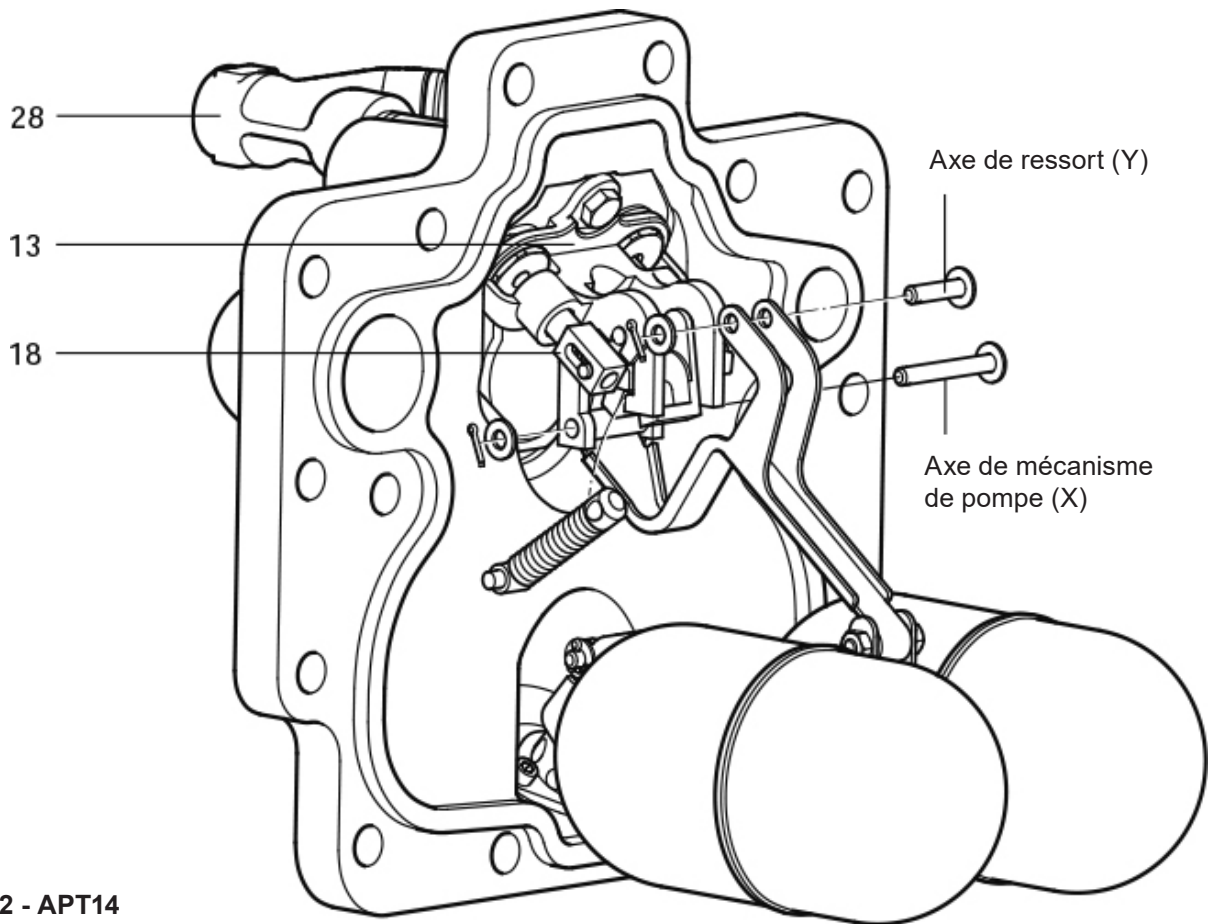

Fig. 22 - APT14
4. Retirer les goupilles fendues, les rondelles et les axes (X et Y) (voir Fig. 22).
6. Faire glisser le mécanisme de commande vers le bas jusqu'à ce que l'ensemble ressort et arcade d'actionneur ainsi que le clapet de la soupape d'échappement se dégagent librement. Il peut être nécessaire à cause du ressort interne de déplacer légèrement sur le côté le clapet de la soupape d'échappement (Rep. 18) pour le dégager de son guide au niveau du support (Rep. 13) (voir Fig. 22).
10. S'assurer que l'actionneur est correctement aligné et positionné entre les rainures des supports de pompe (rep. 13, Fig. 22).
15. Reconnecter la ligne d'alimentation vapeur motrice et la ligne d'échappement respectivement sur les orifices repérés (S) et (E). L'APT 14, l'APT14HC ou l'APT14SHC est maintenant prêt pour une remise en service.
16. S'assurer que le filtre d'alimentation motrice Spirax Sarco (avec une mesh 100) est bien raccordé à l'alimentation motrice (Rep. 28, Figure 22).